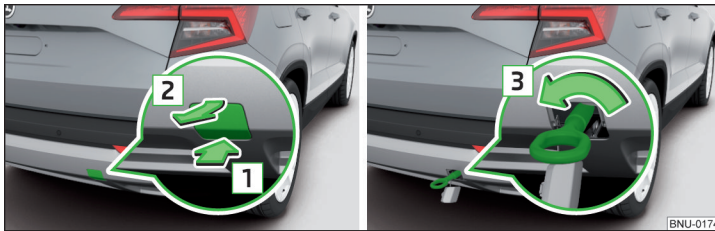

Abb. 328 Abdeckkappe abnehmen / Abschleppöse einbauen
- › Zum **Abnehmen** auf die Abdeckkappe in Pfeilrichtung **1** drücken und diese in Pfeilrichtung **2** abnehmen » Abb. 328.
- › Zum **Einbauen** die Abschleppöse von Hand in Pfeilrichtung **3** » Abb. 328 bis zum Anschlag einschrauben » **!**